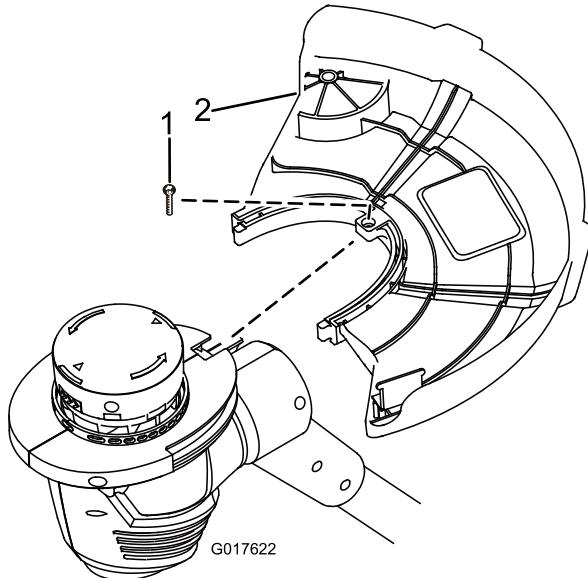

Figure 5
1. Retirez la vis cruciforme collée sur le déflecteur (Figure 5).
2. Glissez le déflecteur sur la base de la débroussailleuse, comme illustré à la Figure 5.